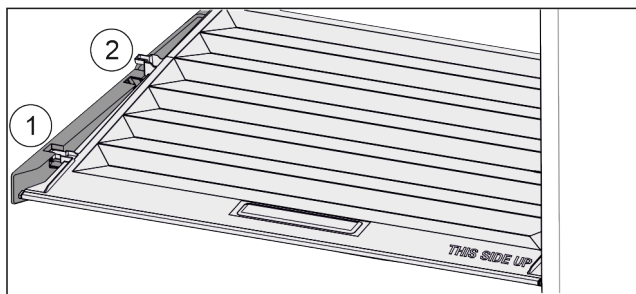

Fig. 43
- ▶ Vytáhněte víko dopředu až k otvoru v přídržných dílech Fig. 43 (1).
- ▶ Vzádu zespuďte nadzvedněte a vyjměte směrem nahoru Fig. 43 (2).